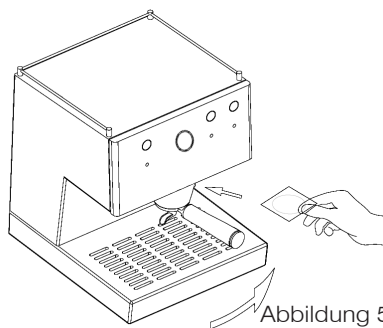

Abbildung 5
Die Punkte 1 und 2 wie im Abschnitt des gemahlene Kaffees. Das Kaffeepad in den Filterhalter legen und es bis zum Anschlag vorsichtig nach rechts drehen. Keine Kraft ausüben. Der Verschluss erfolgt sanft (siehe Abbildung 5). Die Punkte 5, 6 und 7 wie im vorigen Abschnitt.
2. Das Kaffeepad in den Filterhalter legen und es bis zum Anschlag vorsichtig nach rechts drehen. Keine Kraft ausüben, der Verschluss erfolgt sanft (siehe Abbildung 5).